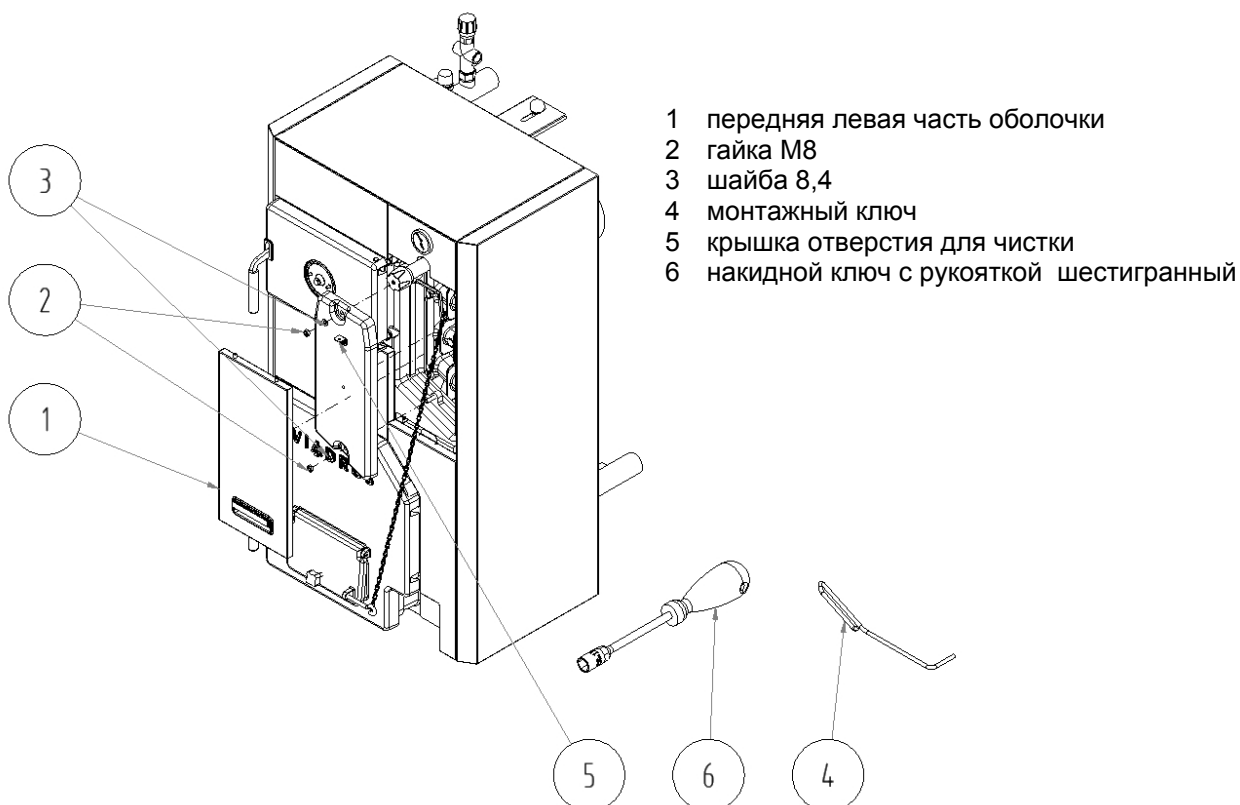

Рис. 13 Демонтаж крышки отверстия для чистки
3. После окончания отопительного сезона необходимо вычистить дымовые пути котла. Отвинтить крышку для чистки с помощью накидного ключа с рукояткой, с помощью монтажного ключа вынуть крышку, вынуть перемычки камеры сжигания, вычистить дымовые пути соответствующим инструментом для чистки (рис. 13). После чистки необходимо опять вложить перемычки в камеру сжигания а именно так, чтобы осталась закрытой задняя часть котла, и закрепить крышку отверстия для чистки.